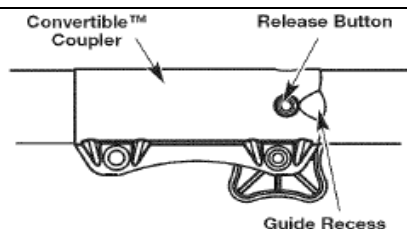

Рис. 2
ОСТОРОЖНО! Перед использованием устройства убедитесь в том, что кнопка фиксатора полностью защелкнута в основном отверстии, а поворотная рукоятка (Рис. 2) плотно затянута.
ПРИМЕЧАНИЕ: совмещение кнопки фиксатора с направляющей канавкой позволит значительно упростить процесс установки (Рис. 2)
2. Нажмите и удерживайте кнопку фиксатора (Рис. 2).